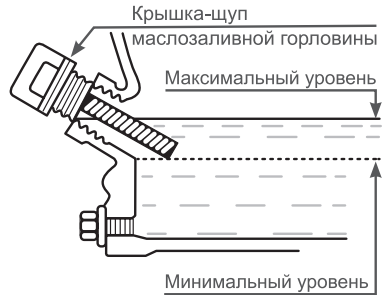

Рис. 10 Уровень масла в картере двигателя
4. Установите крышку-щуп в отверстие горловины, не закручивая (Рис. 10).
*Максимальный уровень масла в картере соответствует нижней кромке заливного отверстия (Рис. 10).*
При недостаточном уровне масла в картере необходимо долить чистое масло до верхней отметки на щупе, что соответствует нижней кромке заливного отверстия (Рис. 10).